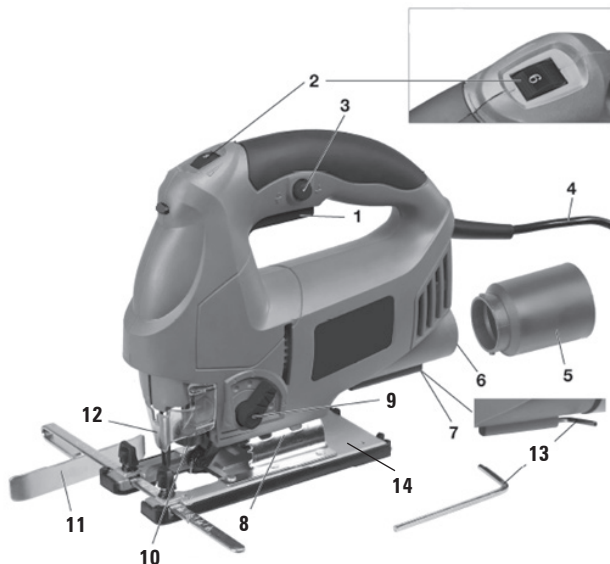
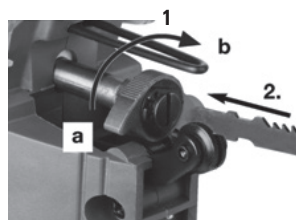

FIGURA 1
FIGURA 2
2. Para encender la herramienta utilice el botón enciende/apaga (ítem 1 - figura 1). Para trabajos más demorados usted puede utilizar la traba gatillo (ítem 3 - figura 1) para mantener la herramienta en funcionamiento. Para soltar la traba basta presionar el botón enciende/apaga;
Colocando la lámina de la sierra (ver figura 2): Levante la protección de corte (ítem 12 - figura 1), gire la palanca (a) en sentido de la flecha y mantenga oprimido. Introduzca la lámina de la sierra en la entrada (b) y empuje hasta el calce. Durante esta operación la parte trasera de la lámina debe estar bien afirmada en la ranura del rodamiento de soporte de la lámina de la sierra. Suelte la palanca que debe asumir su posición de origen, para poder trabar la lámina de la sierra. Baje la protección de corte.
Retirando la lámina de la sierra: Levante la protección de corte (ítem 12 - figura 1), ruede la palanca (a) en sentido de la flecha, la lámina de la sierra (b) es proyectada hacia fuera debido a la fuerza de tensión. Suelte la palanca y baje la protección de corte.
Oscilación pendular: El movimiento de oscilación pendular regulable (ítem 9 - figura 1) de la lámina de la sierra, que puede variar de la posición "1" para materiales duros, hasta "3" para materiales blandos, combinado con una velocidad de corte adecuada (figura 6), beneficia y mejora el rendimiento de la herramienta eléctrica, propiciando un mejor trabajo y una mayor vida útil.
Extracción de partículas: Si es necesario encender el tubo flexible de polvo doméstico a la abertura de aspiración de la sierra vaivén, utilice el adaptador suministrado (ítem 5 - figura 1). Presione el adaptador en la guía del encastre para el adaptador de aspiración (ítem 6 - figura 1) y fije con una ligera rotación hacia la izquierda conforme la figura al lado.
Sierra por incidencia: Cuando sea necesario serrar en el medio de la pieza y no sea posible efectuar un orificio con una broca, coloque el botón de ajuste de oscilación (ítem 9 - figura 1) en la posición "0", Suelte la base de la sierra, empuje completamente hacia atrás y fíjela, incline la herramienta conforme la figura al lado, y con la misma en funcionamiento déjela deslizarse con cuidado por el material. Cuando haya efectuado un corte en la pieza, continúe el trabajo con la herramienta en la posición normal.